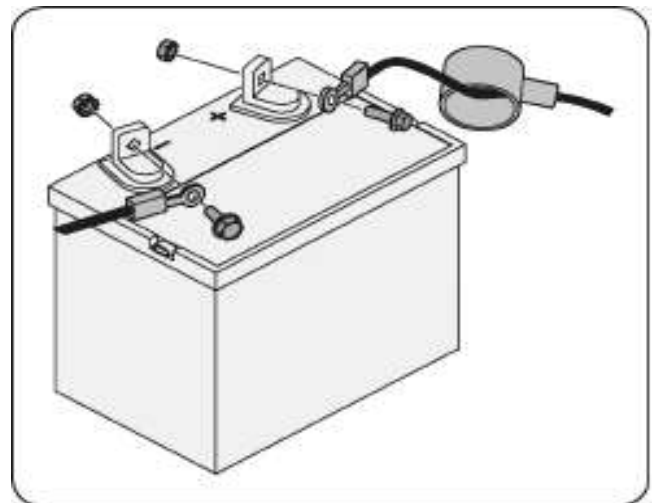

Figure 3-8
1. Retirez le couvercle en plastique, s'il y a lieu, de la borne positive de la batterie et fixez le câble rouge à cette borne (+) à l'aide du boulon et de l'écrou hexagonal. Consultez la figure 3-8.
2. Enlevez le couvercle en plastique, s'il y a lieu, de la borne négative de la batterie et fixez le câble noir à cette borne (-) à l'aide du boulon et de l'écrou hexagonal. Consultez la Figure 3-8.